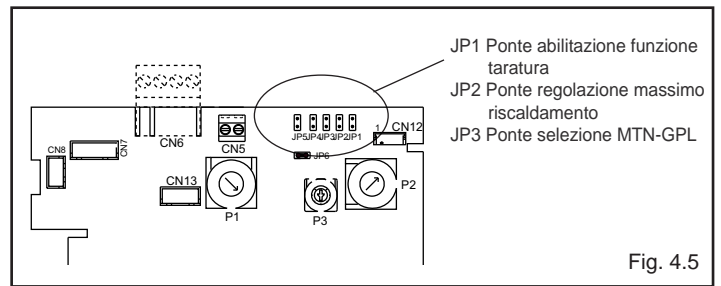

Fig. 4.5
**⚠** La funzione "regolazione elettrica" viene attivata e disattivata esclusivamente dal jumper (JP1) (fig. 4.5).
- inserire il jumper JP1 (fig. 4.5) per abilitare le manopole poste sul pannello di comando alle funzioni di regolazioni del minimo e del massimo riscaldamento.
- inserire il jumper JP2 (fig. 4.5)
- sulla scheda di controllo (fig. 4.5):